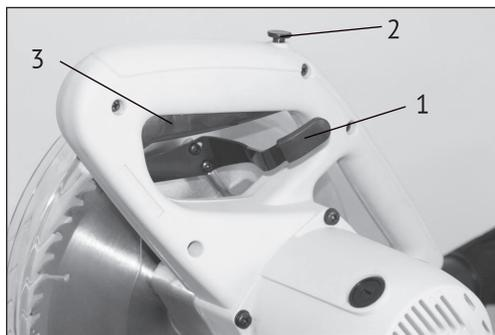
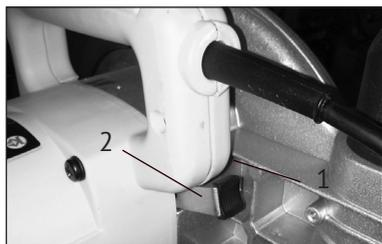

рис.2
рис.4
- включение/выключение пилы осуществляется нажатием на рычаг блокировки подвижного защитного кожуха (рис.2 поз.1) и последующим нажатием на кнопку блокировки от случайного включения (рис.2 поз.2) и на выключатель (рис.3 поз.3);
-разблокируйте подвижный защитный кожух, нажав на рычаг блокировки (рис.2 поз.2). Затем, поднимая вверх подвижный защитный кожух, совместите специальный паз на кожухе со шпинделем (рис.3 поз.2). Заблокируйте вращение шпинделя нажатием кнопки фиксации, расположенной на корпусе редуктора (рис.4 поз.2);